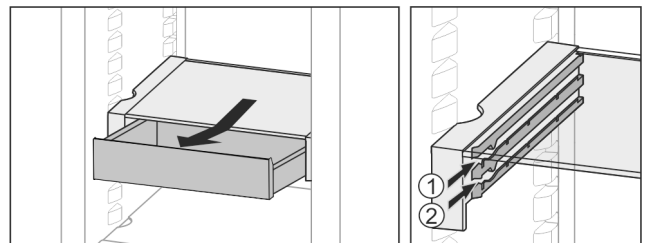

Fig. 25
- ▶ In beliebiger Höhe Fig. 25 (1) oder Fig. 25 (2) einschieben.